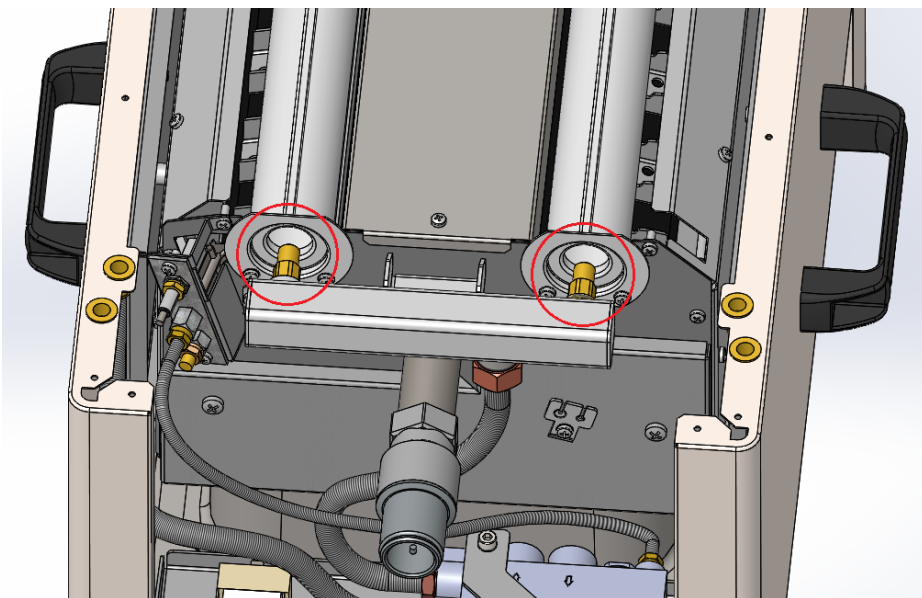

Fig. 1
- 2) We demonteren met een sleutel, maat 12, de vlampijpen van de hoofdbranders en we vervangen die volgens de gegevens in de tabel (fig. 1);